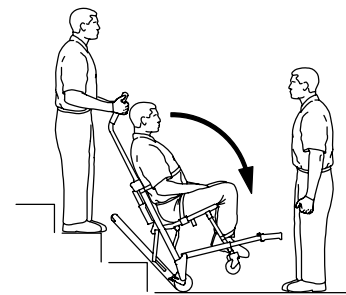

Figur 11 – Transport ned ad trapper
8. Begge operatører: Lad systemet glide ned ad trappen, til glidebanen er i niveau hen over to eller tre trin (Figur 11).